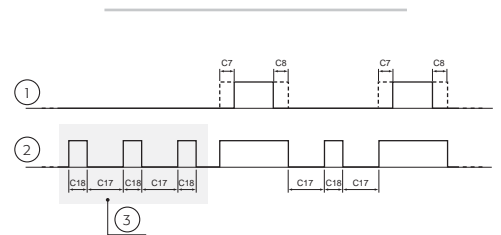

Fig. 5.a.j
**c17:** A continuación se muestra un diagrama (Fig. 5.a.j) de ejemplo del funcionamiento de la bomba en burst (activo con H05=3, ver parámetro H05).